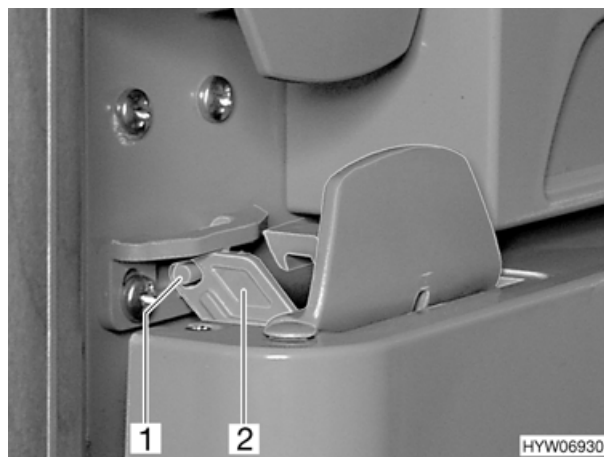

Fig. 69 Porta del frigorifero in posizione di aerazione (variante 2)
- Aprire il bloccaggio (Fig. 69,2) e innestarlo nel perno (Fig. 69,1). In questo modo la porta rimane ferma in posizione socchiusa.